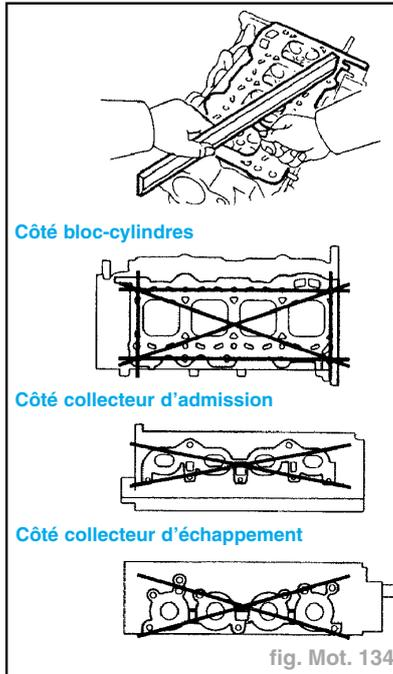

fig. Mot. 134
- A l'aide d'une règle de précision et d'un jeu de cales d'épaisseur, rechercher un éventuel gauchissement de la culasse au niveau des surfaces de contact avec le bloc-cylindres, le collecteur d'échappement et la tubulure d'admission (fig. Mot. 134).